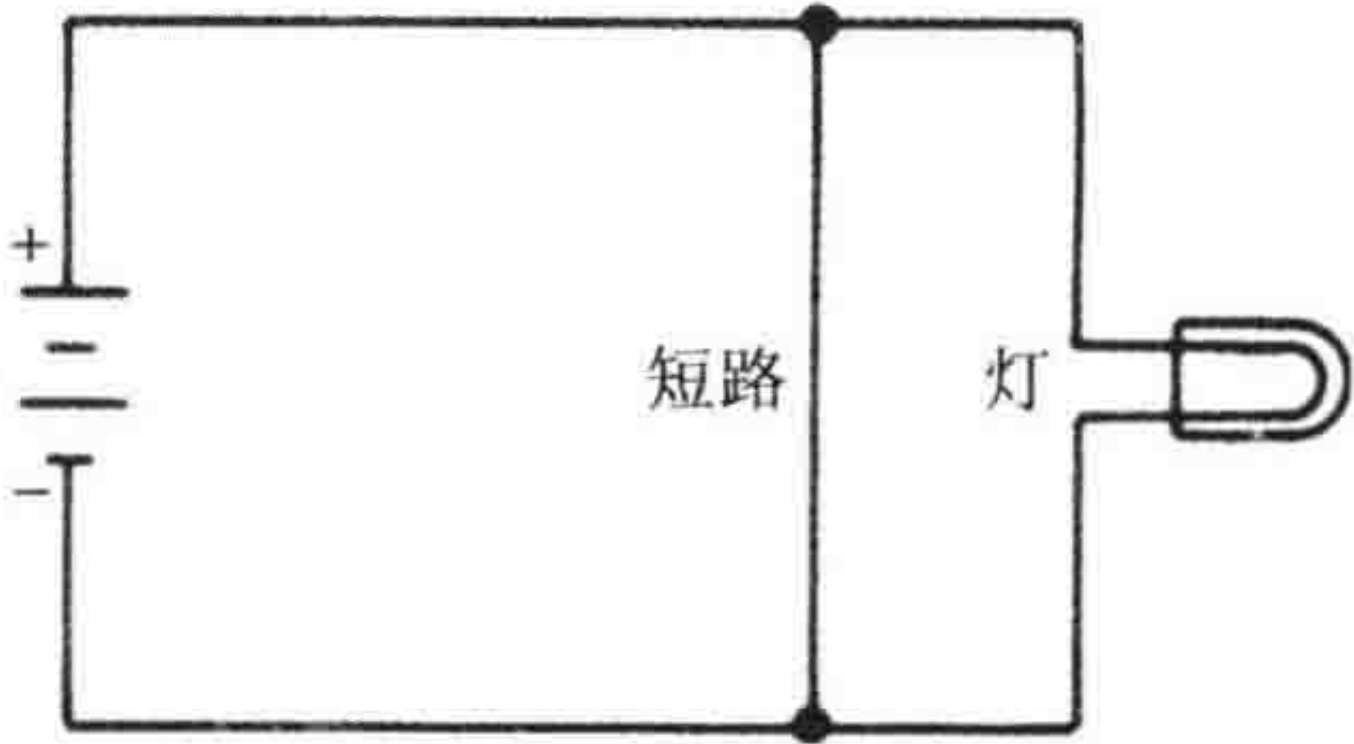

图 I-14 短路，导线的电阻比灯的电阻小很多
- **短路** 短路是一条电子流动阻力最小的路径。当阻值较小的导线放置于耗电设备两端时，就会形成短路，由此就有一个较大电流流经电阻值最小的路径，而不是耗电设备。短路通常会产生过电流，这会导致过热，可能会引起火灾或其他危险（见图 I-14）。